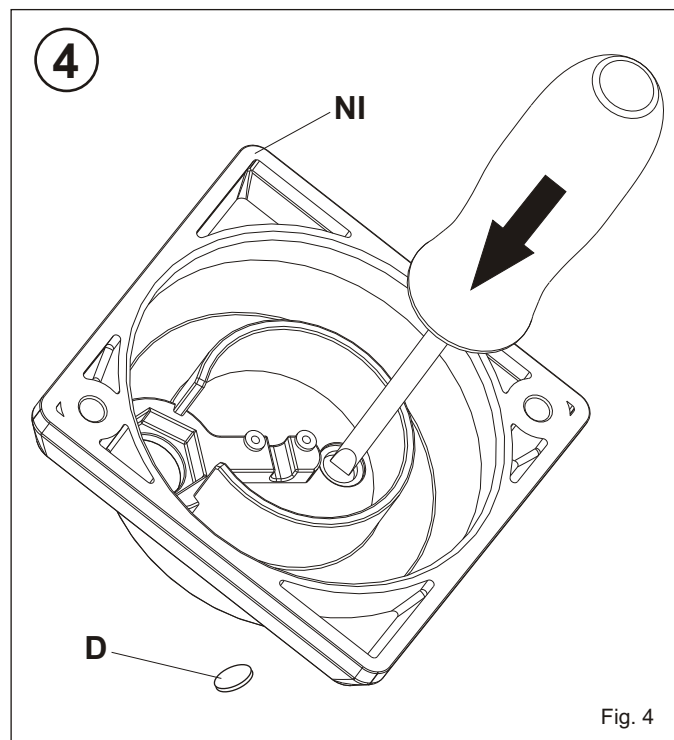

Fig. 4
- I** 4) Utilizzare il nuovo coperchio inferiore (NI) in dotazione (Fig. 4) e togliere il disco (D) per passaggio cavo encoder.
- F** 4) Utiliser le nouveau couvercle inférieur (NI) fourni (Fig. 4) et enlever le disque (D) pour le passage du câble du encoder.
- GB** 4) Use the new supplied lower lid (NI) (Pict 4) and take the disc (D) off to allow the passage of the cable encoder.
- D** 4) Den neuen mitgelieferten unteren Deckel (NI) benutzen (Abb. 4) und die Scheibe (D) für den Durchlass des Encoderkabels entfernen.